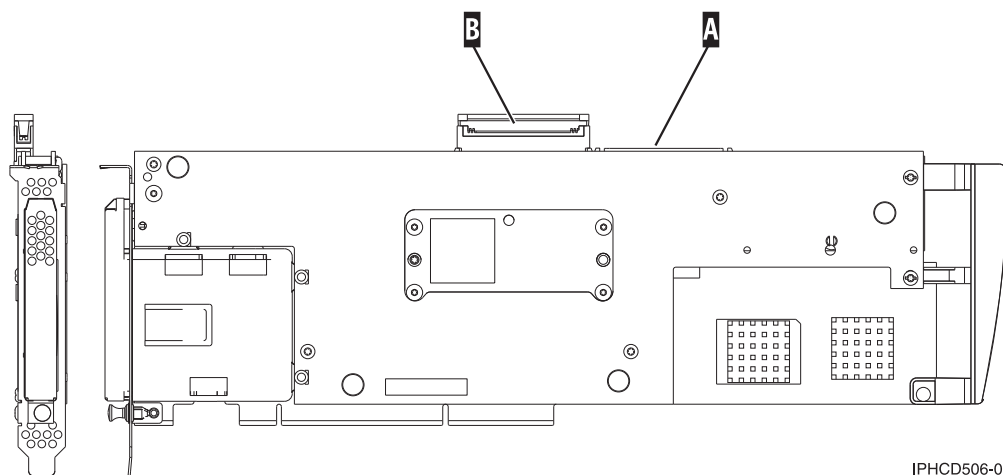

図 67. 5708、補助書き込みキャッシュ IOA
2. このケーブルを、補助書き込みキャッシュ・アダプター上の SCSI ポート A に接続します。 238 ページの図 67を参照してください。